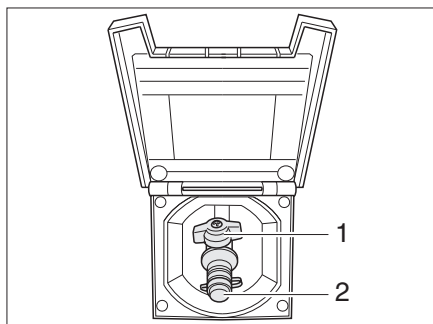

Fig. 82 Presa gas esterna, rubinetto di arresto del gas chiuso
La presa gas esterna (Fig. 82) si trova, a seconda del modello, nella parte posteriore o sul lato destro o sinistro del veicolo.
- Collegare l'apparecchio a gas esterno all'attacco (Fig. 82,2).
- Aprire il rubinetto di arresto del gas (Fig. 82,1).